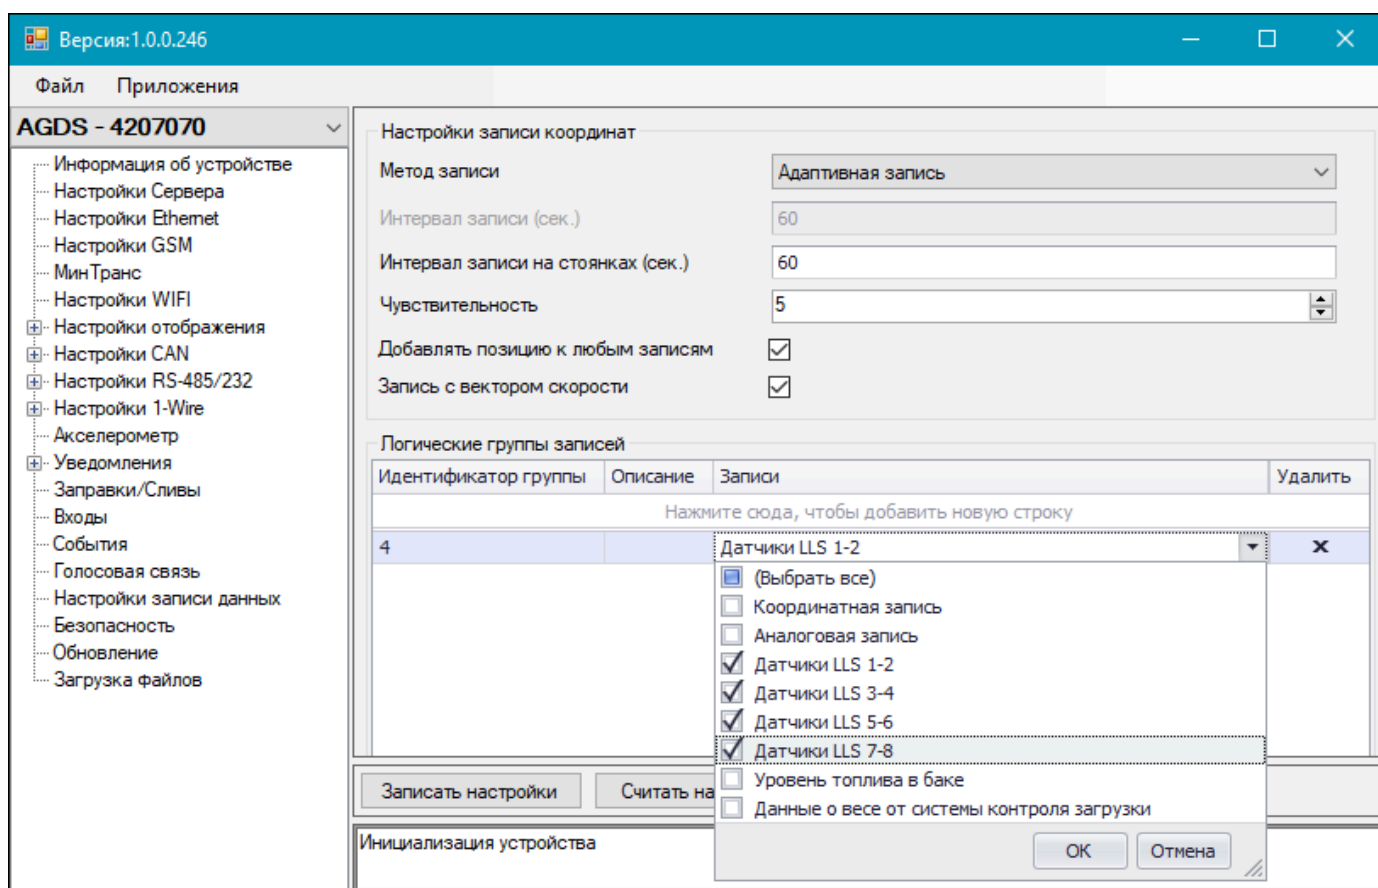

Рис.20. Рабочая область пункта «Настройки записи данных»
Контроллер АвтоГРАФ-ИНФО S с заданными настройками осуществляет запись во внутреннюю энергонезависимую память текущих координат и характеристик движения объекта мониторинга, на котором установлен. Способ записи координат определяется настройками контроллера и устанавливается в рабочей области пункта «Настройки записи данных» программы-конфигуратора (**Рис.20**).
- **Логические группы записей:** содержит таблицу с группами параметров. Если контроллер записывает хотя бы один из параметров группы, то вместе с ним будут записаны и все остальные параметры этой группы. Чтобы создать группу параметров, добавьте в таблицу **новую строку**, укажите в новой строке **идентификатор группы** и отметьте с помощью чек-боксов в выпадающем списке **типы записей** для параметров группы (**Рис.20**).